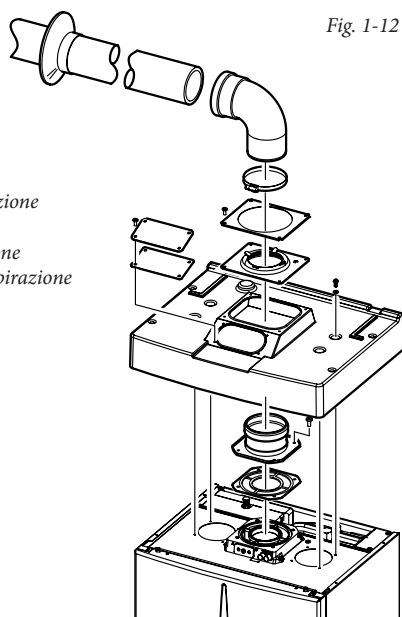

Fig. 1-12
- **Montaggio kit copertura (Fig. 1-12).** Smontare dai fori laterali rispetto a quello centrale i due tappi e le guarnizioni presenti, quindi coprire il foro di aspirazione destro con l'apposita piastra fissandola sul lato sinistro con 2 delle viti precedentemente smontate. Installare la flangia Ø 80 di scarico sul foro più interno della caldaia interponendo la guarnizione presente nel kit e serrare con le viti in dotazione. Installare la copertura superiore fissandola con le 4 viti presenti nel kit interponendo le relative guarnizioni. Innestare la curva 90° Ø 80 con lato maschio (liscio), nel lato femmina (con guarnizioni a labbro) della flangia Ø 80 sino a portarla in battuta, infilare la guarnizione facendola scorrere lungo la curva, fissarla tramite la piastra in lamiera e stringere mediante la fascetta presente nel kit facendo attenzione di fermare le 4 linguette della guarnizione.